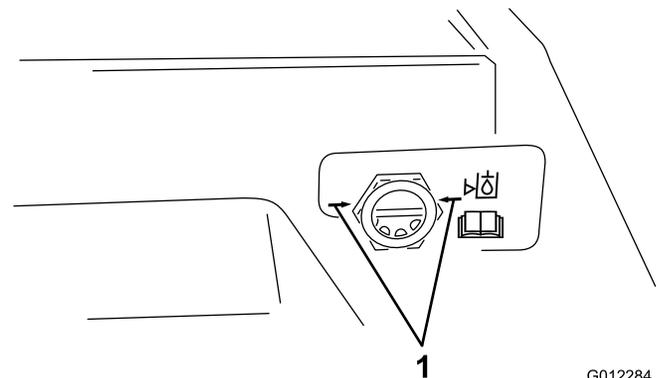

Figura 43
5. Con las unidades de corte elevadas y el aceite caliente, mire por la mirilla (Figura 43). Si el aceite hidráulico no llega hasta las flechas, añada aceite suficiente para que llegue al nivel correcto. **Si el aceite está frío, no añada más aceite.**
6. Mire por la mirilla (Figura 43). El nivel de aceite debe llegar a las flechas si el aceite está caliente. Si el nivel de aceite es bajo, añada aceite hidráulico al depósito.